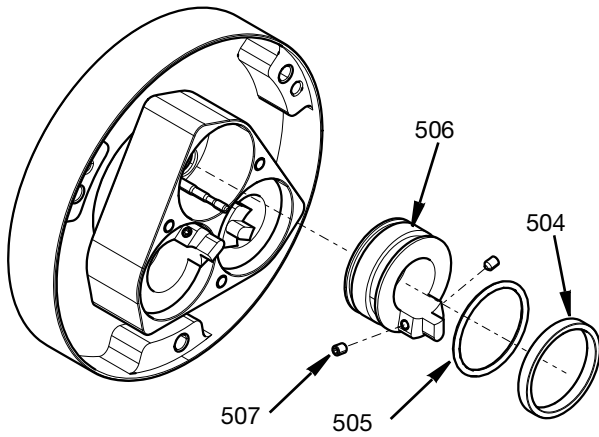

FIG. 11
3. Para retirar el pistón (506), afloje los dos tornillos de fijación M4 (507) que desbloquean el pistón y la válvula de cierre de las varillas. Una vez quitados los tornillos, puede accederse al pistón (506). Pueden retirarse entonces la junta tórica (505) y el anillo guía (504). Consulte la FIG. 11.